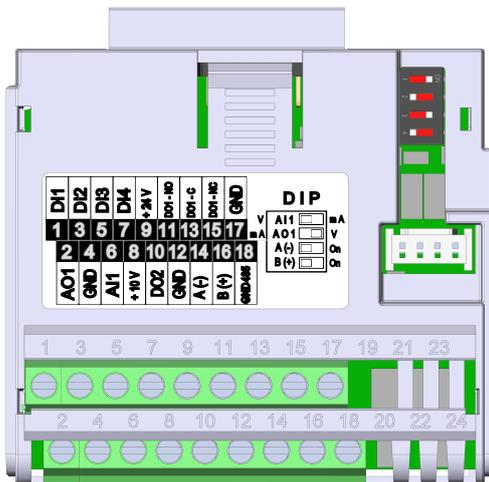

Figura 20.1: Módulo Plug-in CFW500-IO5
El módulo plug-in CFW500-IOS posee solamente la interfaz Serial (1) a través de la puerta RS-485 en los bornes 14 (A-) y 16 (B+), vea la Figura 20.1 en la página 20-1. Vea también, el GND485 en el terminal 18 está aislado del GND en los terminales 17 y 4.